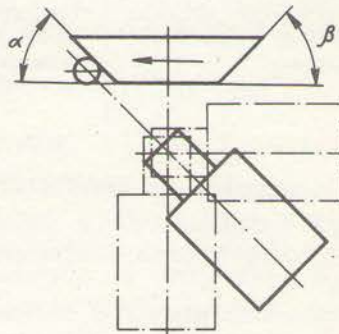

Рис. 3
4. Выключатели прямого действия с приводным элементом рычаг с роликом и селективным предназначены для работы с проходным неререверсивным упором (рис. 3), но могут работать с непроходным реверсивным и толкающим упорами. Угол набегания  $\alpha$  и угол сбегания  $\beta$  составляют не более  $40^\circ$  при скорости движения упора до  $0,25 \text{ m/s}$  и не более  $20^\circ$  при скорости свыше  $0,25 \text{ m/s}$ .